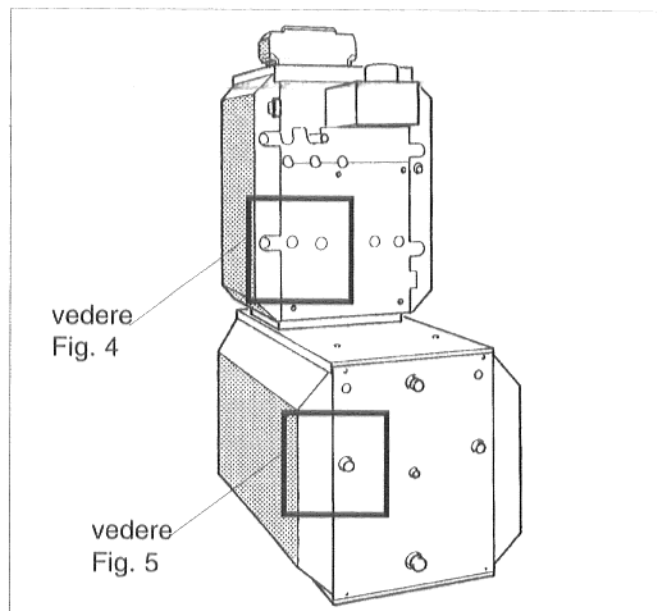

Fig. 3: Vista posteriore e montaggio
- Togliere il coperchio di protezione dal ritorno caldaia/accumulatore della caldaia (Fig. 3 e 4).
- Svitare il coperchio di chiusura dal pezzo a T (volume di fornitura caldaia), applicare la guarnizione piatta nel dado a risvolto del pezzo a T ed avvitare forte il pezzo a T al ritorno accumulatore della caldaia (Fig. 3 e 4).
- Applicare la guarnizione piatta nel dado a risvolto del tubo metallico ondulato più corto, preformare il tubo metallico ondulato ed avvitarlo forte al pezzo a T (Fig. 3 e 4).
- Applicare la guarnizione piatta nel dado a risvolto del raccordo a gomito ed avvitare forte il raccordo a gomito al ritorno accumulatore (Fig. 3 e 5).
- Applicare la guarnizione piatta nel secondo dado a risvolto del tubo metallico ondulato ed avvitare forte il tubo metallico ondulato al raccordo a gomito (Fig. 3 e 5).